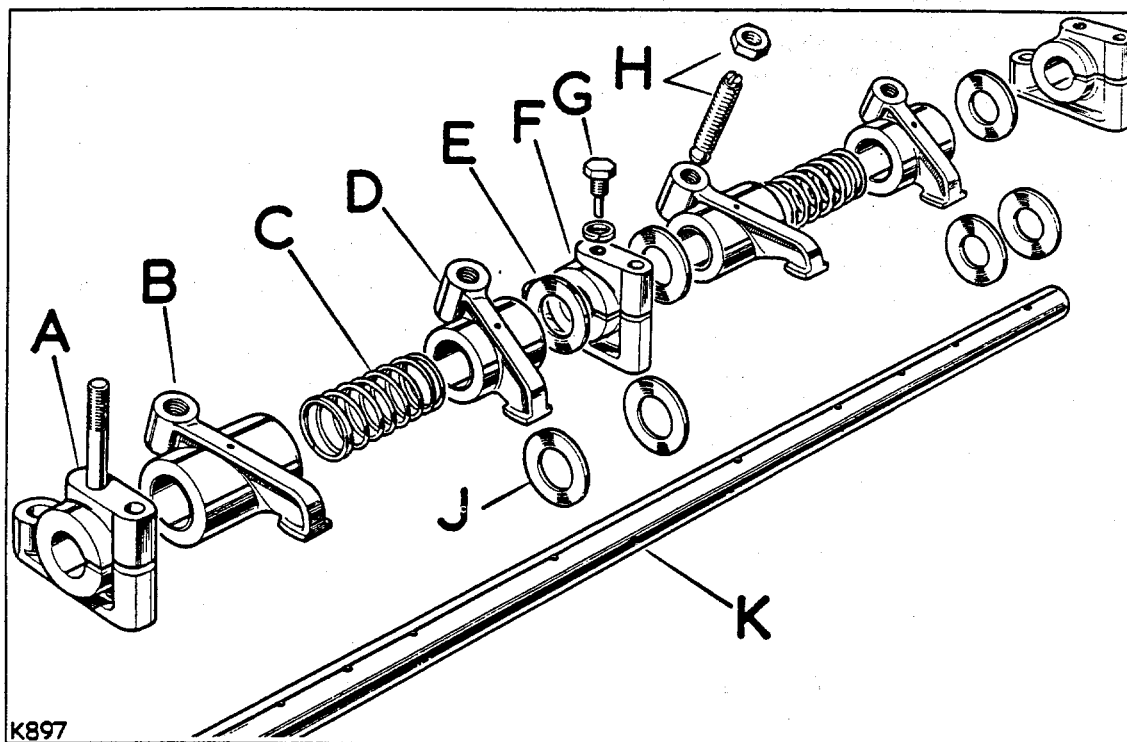

Abb. A1-72. Aufbau der Kipphebelwelle
2. Mit dem Zusammenbau gemäss Abb. A1-72 weiterfahren, und die Einbauanordnung der Abstandscheiben und der linken und rechten Kipphebel beachten.